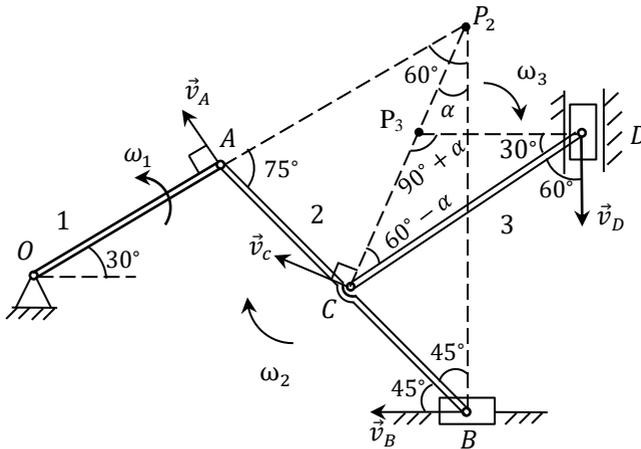

Рис. 23\*
*Пример 4.* Плоский механизм состоит из стержней  $OA$ ,  $AB$  и  $CD$  (рис. 23\*). Положение механизма определяется углами, указанными на рисунке. Направление движения механизма задается углом поворота стержня  $OA$ :  $\varphi_1 = 4t^2 - 5t$ . Положительным считать поворот против часовой стрелки. Длины стержней:  $OA = 1,2$  м;  $AB = 1,6$  м;  $CD = 1,5$  м;  $AC = BC$ . Определить скорости точек  $A$ ,  $B$ ,  $D$  и угловые скорости звеньев в момент времени  $t = 1$  с.